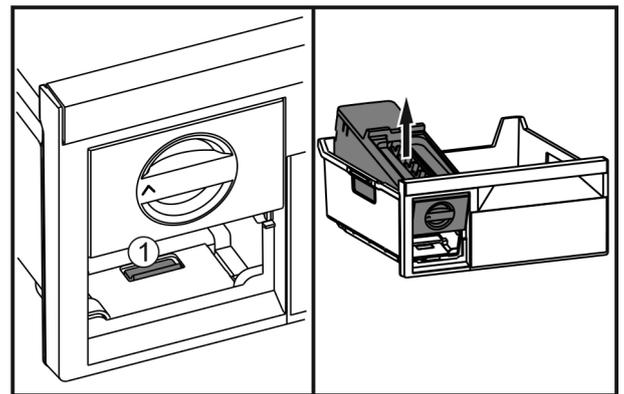

Fig. 26
- ▶ Lasche Fig. 26 (1) drücken, EasyTwist-Ice von hinten anheben und aus dem Gefrierschubfach herausnehmen.